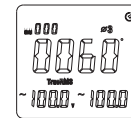

图11-3
- 再按SELECT 键选择第三相位 $\phi 3$, 如图11-3, 显示相位 $\phi 3$ 的相位角 ϕ 值, 电压V值, 电流A值。